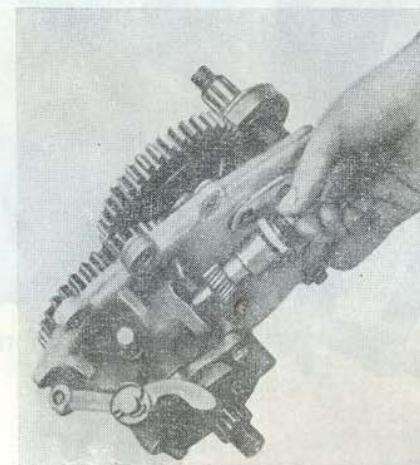

Рис. 113. Снятие шестерни спидометра
10. Снять стопор штуцера ведомой шестерни спидометра и вынуть его из корпуса вместе с шестерней (рис. 113).